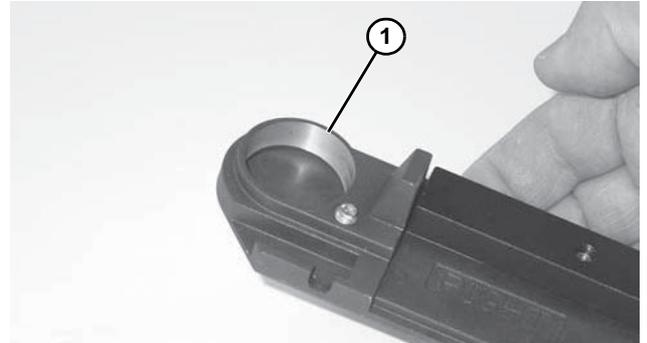

Figura 79
1. Inspeccione la superficie de asiento del cojinete de las placas de los cabezales (**Figura 79, artículo 1**). Si está desgastada o dañada, sustituya el cojinete. Consulte “Repuestos” en la página 36.